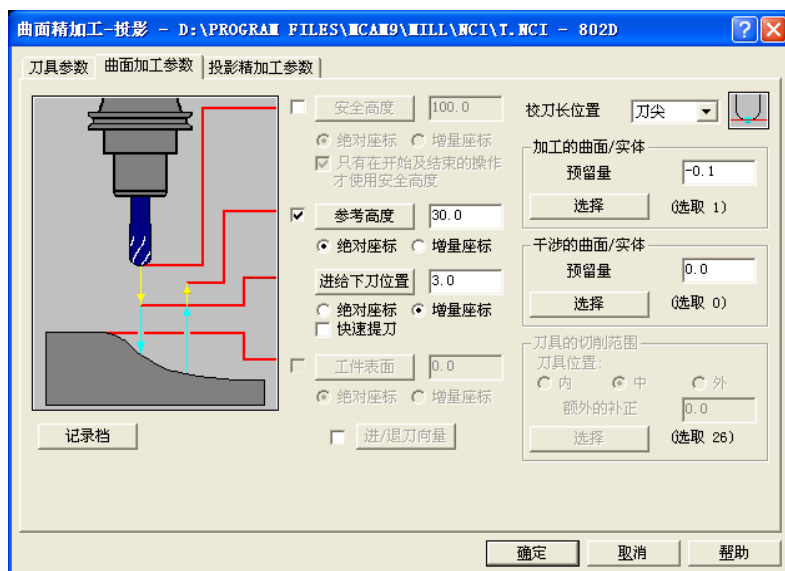

图 1-70 投影加工曲面参数
3) 在“曲面加工参数”选项卡中设定参考高度：30.0、进给下刀位置：3.0，点选“增量坐标”，加工的曲面/实体预留量：-0.1，如图 1-70 所示。